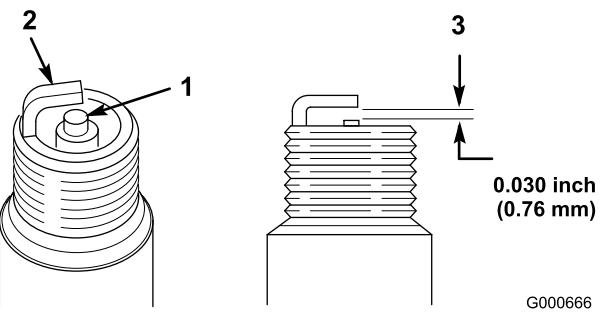

Figura 25
1. Controllate il centro della candela (Figura 25). Se l'isolatore è marrone chiaro o grigio, il motore funziona correttamente. Una patina nera sull'isolatore significa in genere che il filtro dell'aria è sporco.
2. Verificate la distanza tra gli elettrodi centrale e laterale (Figura 25) e se non è esatta piegare l'elettrodo laterale.